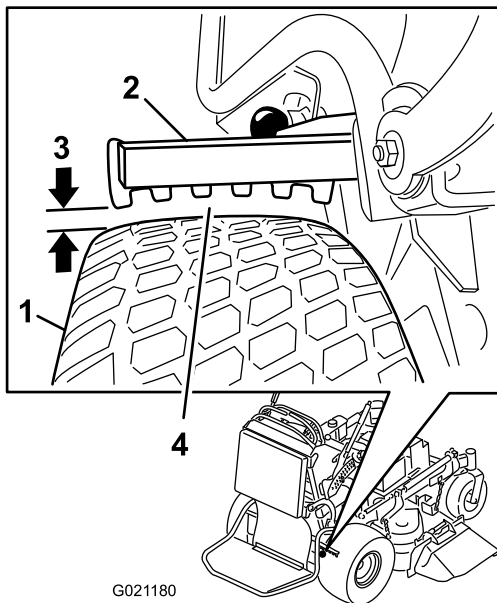

Bild 61
6. Verwenden Sie die Seite mit dem kleinsten Abstand und stellen Sie sicher, dass der Abstand zwischen 3 mm und 6 mm liegt, siehe Bild 61); wenn der Abstand abweicht, siehe Einstellen der Bremsen \(Seite 48\).
5. Stellen Sie das Joch ein (Bild 61).